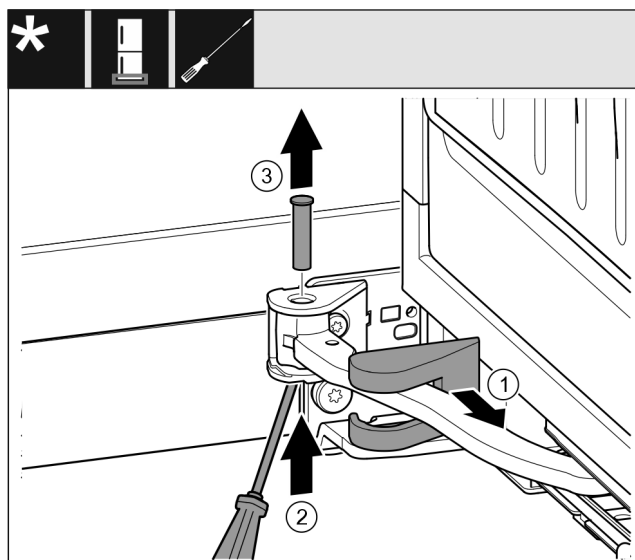

Fig. 19
- Rimuovere la copertura del blocco di supporto Fig. 19 (1) e spingerla lungo il giunto.
- Sollevare dal basso i perni Fig. 19 (2) con un cacciavite.
- Estrarre il perno Fig. 19 (3) dall'alto.